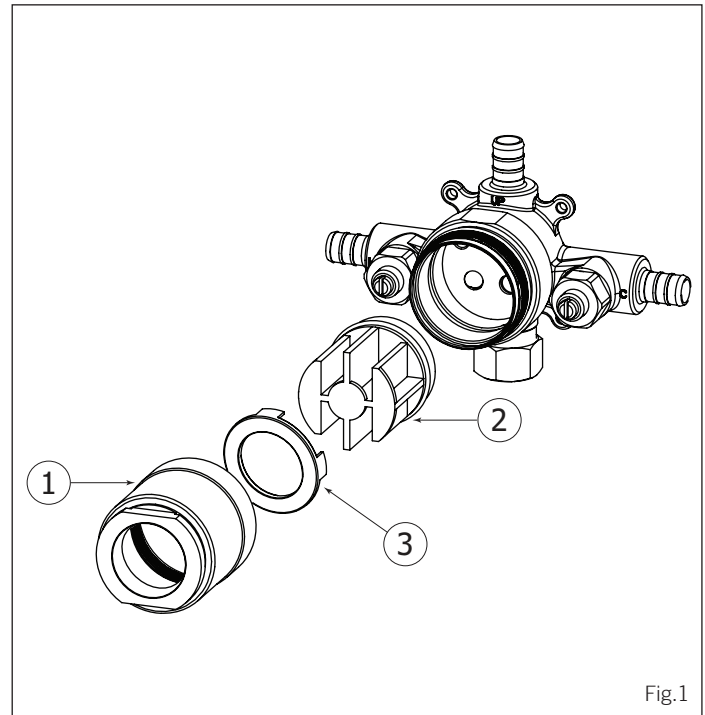

Fig.1
Unscrew the cartridge holder (1) and remove the protective plug (2) (Fig. 1). Make sure the plastic spacer remains in place (3).
Dévisser le manchon de la valve (1) et retirer le capuchon protecteur (2) (Fig. 1). Assurez-vous de ne pas perdre l'anneau en plastique monté sur le dessus (3).